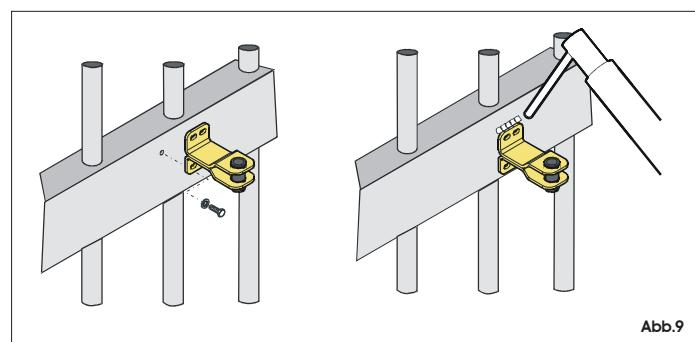

Abb.9
- Die Befestigung des Antriebs herausziehen und am Flügel anbringen. Die Befestigung kann direkt verschweißt oder mit Hilfe von Gewindestützringen angeschraubt werden (Abb. 9).